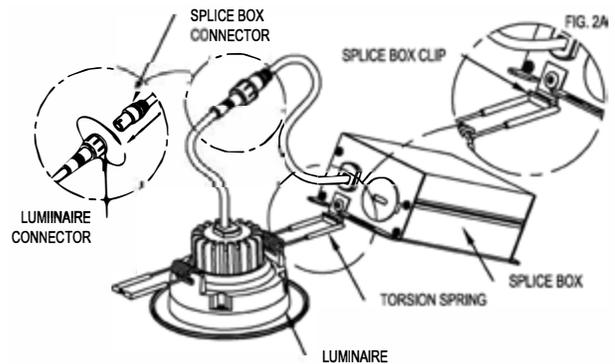

FIG. 2
7. While supporting **LUMINAIRE** press **LUMINAIRE CONNECTOR** together with **SPLICE BOX CONNECTOR** and secure in place by threading the two **CONNECTORS** tightly (Fig. 2).
8. Secure **SPLICE BOX** to **LUMINAIRE** by snapping **SPLICE BOX CLIP** onto end of **TORSION SPRING** as shown in (Fig. 2 and 2A).
11. While supporting **LUMINAIRE** press **LUMINAIRE CONNECTOR** together with **SPLICE BOX CONNECTOR** and secure in place by threading the two **CONNECTORS** tightly (Fig. 2).
7. Tout en retenant le **LUMINAIRE** appuyer le **CONNECTEUR DU LUMINAIRE** contre le **CONNECTEUR DE LA BOÎTE DE CONNEXION** et rattacher en place en filetant les deux **CONNECTEURS** fermement (Fig. 2).
8. Rattacher **LA BOÎTE DE CONNEXION** au **LUMINAIRE** en enclenchant l'**AGRAFE DE LA BOÎTE DE CONNEXION** sur l'extrémité du **RESSORT DE TORSION** tel qu'illustré dans les (Fig. 2 et 2A).
11. Tout en retenant le **LUMINAIRE** appuyer le **CONNECTEUR DU LUMINAIRE** contre le **CONNECTEUR DE LA BOÎTE DE CONNEXION** et rattacher en place en filetant les deux **CONNECTEURS** fermement (Fig. 2).